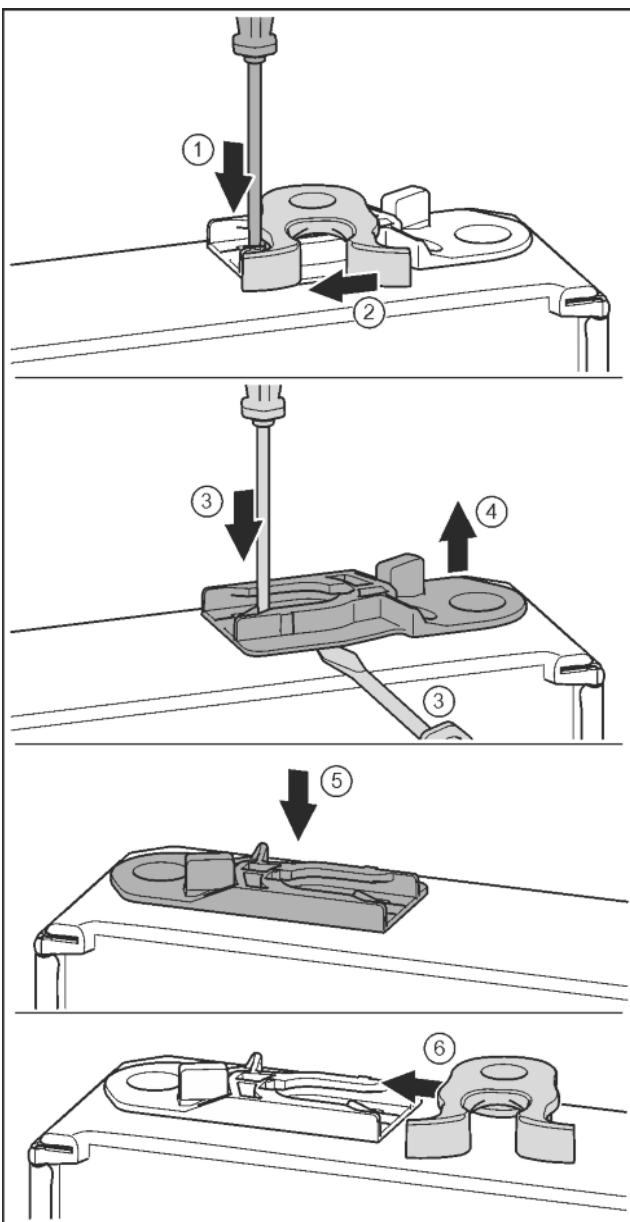

*Fig. 19*
- ▶ С плоска отвертка натиснете езичето надолу. *Fig. 19 (1)*
- ▶ Извадете затварящата кука от водача. *Fig. 19 (2)*
- ▶ Вкарайте затварящата кука във водача от другата страна. *Fig. 19 (3)*